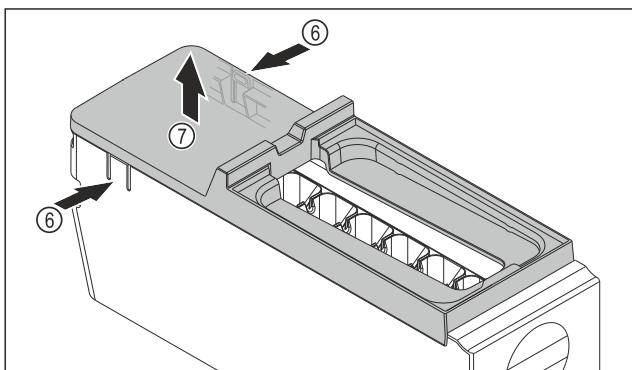

Fig. 137
- Зняти кришку з корпусу EasyTwist-Ice: натиснути однією рукою на накладки Fig. 137 (6) з обох боків корпусу EasyTwist-Ice.
- Зняти кришку Fig. 137 (7), потягнувши її вгору іншою рукою.